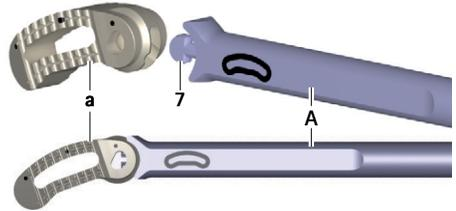

Fig. 7 Accouplement de l'implant sur l'instrument d'insertion
- ▶ Ficher l'implant **a** dans l'emballage de protection sur le méplat **7** de l'instrument d'insertion **A**, voir Fig. 7. Ce faisant, veiller à l'orientation de l'implant (orientation en fonction de l'inscription figurant sur l'instrument d'insertion).
- ▶ Accoupler l'instrument d'insertion **A** à l'implant **a** in situ, voir Fig. 7.